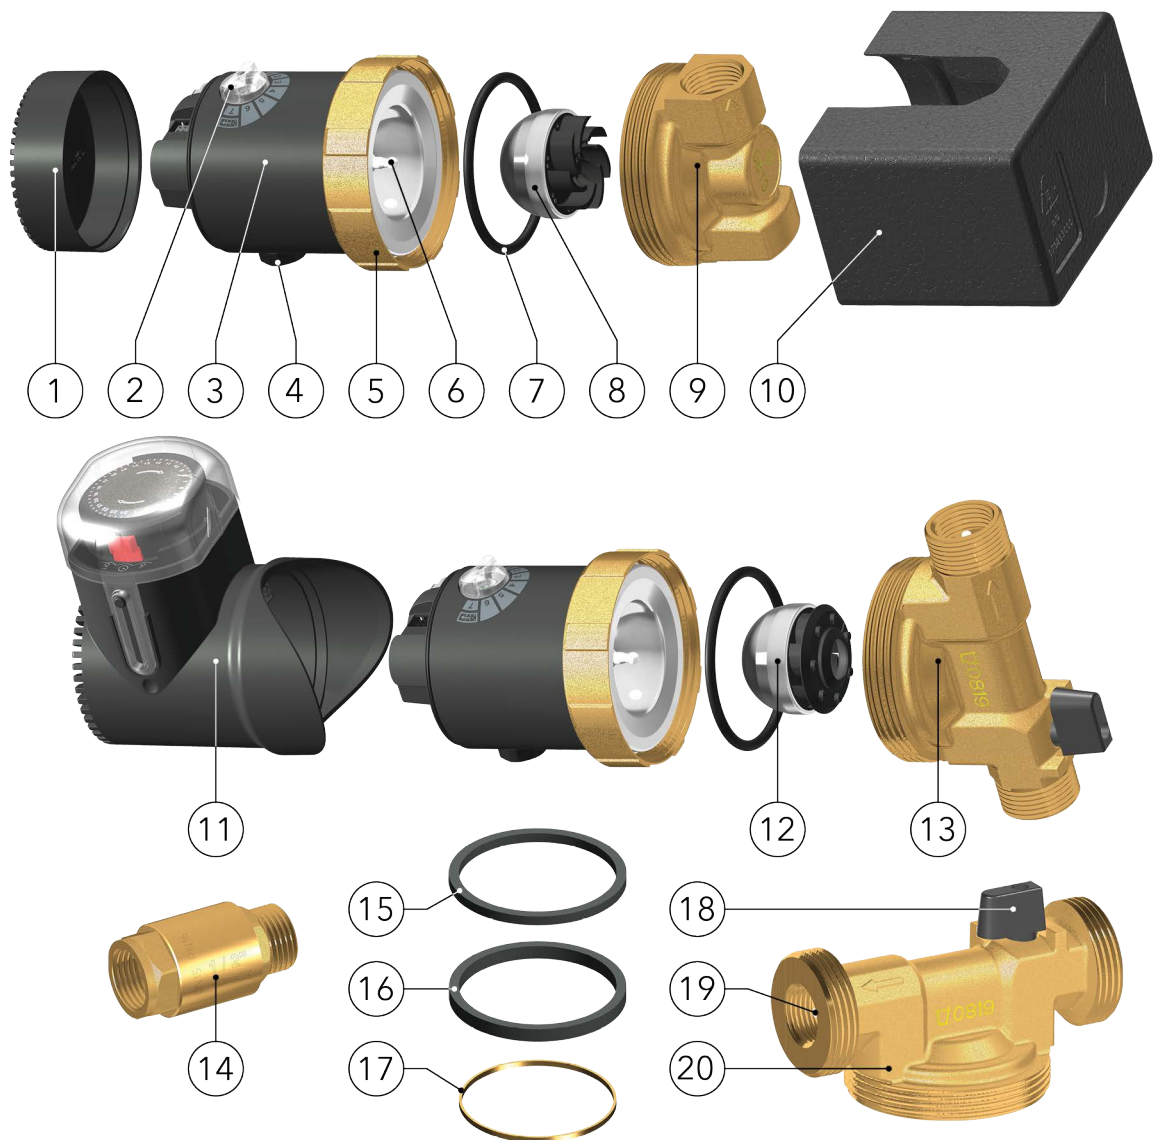

Abbildung 3
- Bei Einsatz von Pumpenmodellen mit Pumpengehäuse Code 65B (Artikel 9 in **Abb. 3**), verwenden Sie das in der Verpackung befindliche G1/2 Rückschlagventil (Artikel 14 in **Abbildung 3**). Dadurch wird verhindert, dass beim Öffnen einer Armatur Wasser rückwärts durch die Pumpe fließt und Schäden verursacht.
- Pumpen mit Pumpengehäuse Code 110MB (Artikel 13 in **Abb. 3**) und Code 110LB (Artikel 20 in **Abb. 3**) enthalten bereits ein eingebautes Rückschlagventil (Artikel 19 in **Abb. 3**) und ein Kugelabsperrentil (Art. 18 in **Abb. 3**) in den Pumpengehäusen. (Das Rückschlagventil öffnet und schließt automatisch; das Kugelabsperrentil wird geschlossen, wenn sein Griff senkrecht zur Rohrleitungsrichtung steht).
- Bei geschlossenem Absperrventil auf der Saugseite der Pumpe und installiertem Rückschlagventil auf der Druckseite kann die Überwurfmutter (Art. 5 in **Abbildung 3**) gelöst werden, so dass der Pumpenmotor in die richtige Position gedreht oder sogar für Wartungsarbeiten entfernt werden kann, ohne das System vollständig entleeren zu müssen.